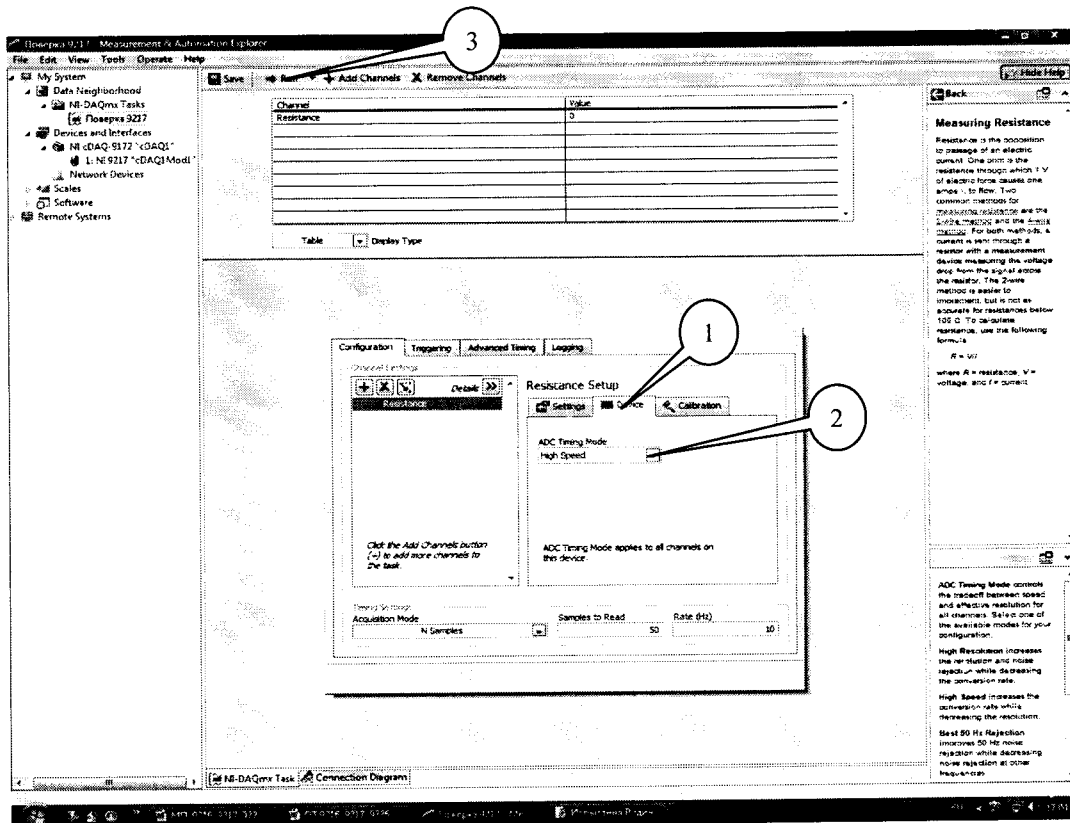

Рисунок 14.
7.4.5 Перейти обратно на вкладку «NI-DAQmx Task» (рисунок 14), в окне настроек канала выбрать вкладку «Device» (1) и в ней в выпадающем меню выбрать режим высокого разрешения «High Speed» (2).
7.4.6 Последовательно устанавливать на магазине сопротивлений значения сопротивления в соответствии с таблицей 4. Зафиксировать измеренные модулем значения сопротивления для каждого установленного значения и внести их в столбец «Режим High Speed» таблицы 4 для модуля NI 9216 и таблицы 5 для модуля NI 9226. Режим измерений запускать нажатием кнопки «Run» (3) на верхней панели вкладки «NI-DAQmx Task» (рисунок 14). Рассчитать для каждого установленного значения сопротивления значение абсолютной погрешности измерений  $\Delta R$  (Ом) по формуле (2):